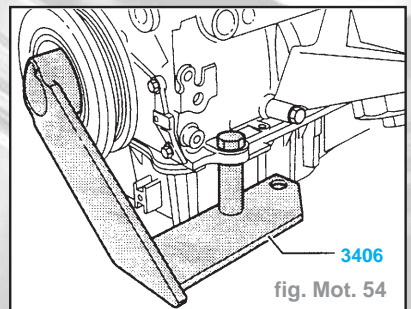

fig. Mot. 54
- Déposer l'amortisseur de vibrations. A cet effet, freiner l'amortisseur de vibrations à l'aide du contre-appui **3406** (fig. Mot. 54).
- Freiner l'amortisseur de vibrations à l'aide du contre-appui **3406** (fig. Mot. 54).